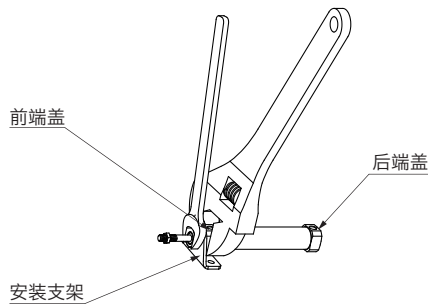

图4
2. 用一扳手夹紧前端盖，另一扳手拧紧端盖螺母，从而固定安装支架，见图4；